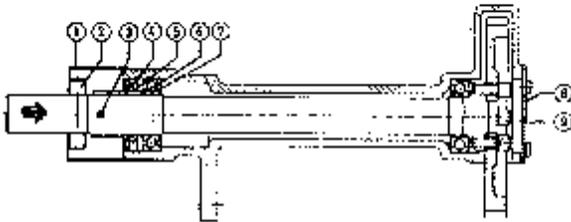

Abb. 32 Handstartvorrichtung, MD1B, MD2B
2. Deckel (8, Abb. 32) ausbauen.
3. Schrauben (9) lösen und das Zahnrad abnehmen.
4. Die auf das Gehäuse gepreßte Hülse (1) abklopfen.
5. Stift (2) herausschlagen, dabei eine Stütze unter der Welle anbringen.
6. Federstift (3) herausschlagen und Hülse (4) abziehen.
7. Welle aus dem Gehäuse pressen. Die Welle in Richtung des Keiles pressen, siehe Abb. 32.
8. Dichttring (5), O-Ring (6) und Kugellager (7) entfernen.